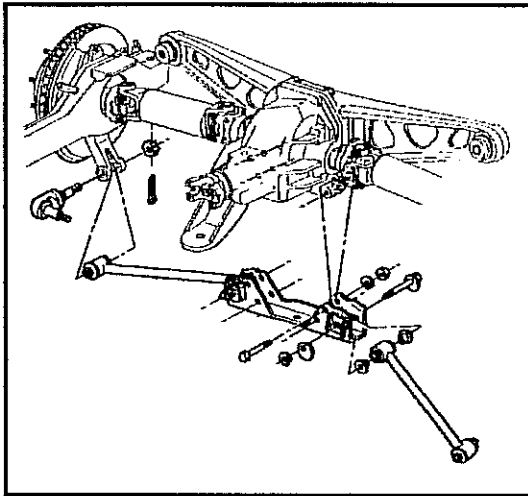

Abb. 8-10 Befestigung der Schräglenker am Querträger
- Befestigungsschrauben der Halterung der Schräglenker am Differential lösen und die Schräglenker nach unten herabschwenken. Hierzu die Räder unten nach außen kippen. Siehe Abb. 8-10.